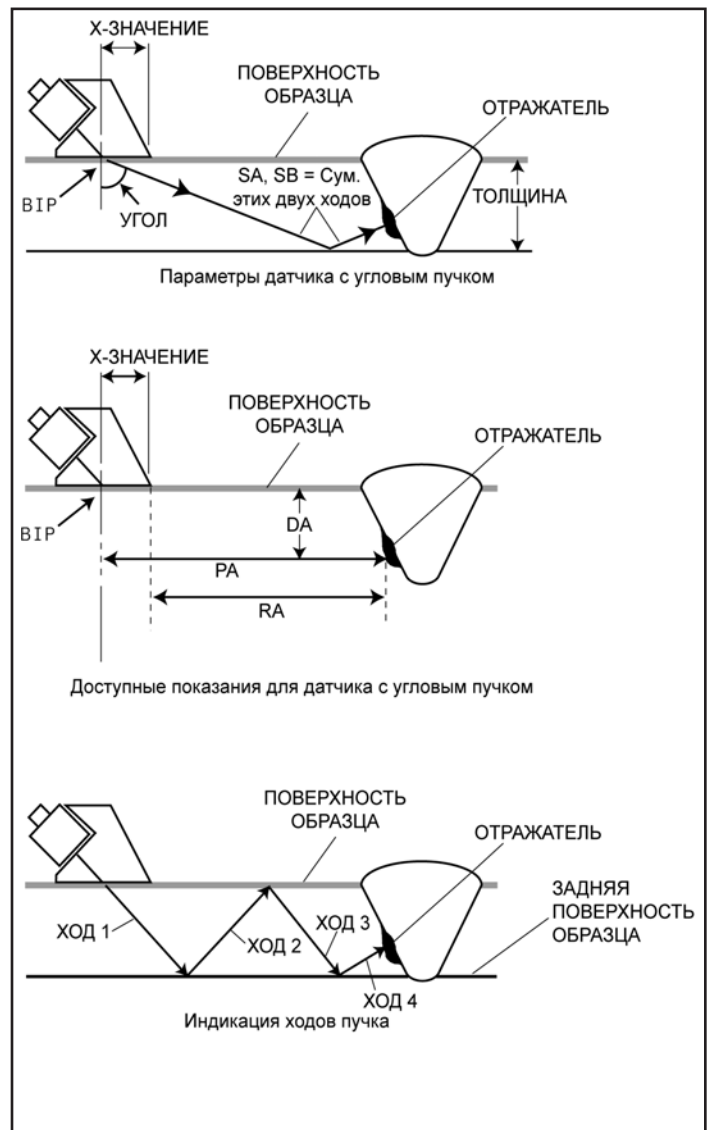

РИСУНОК 5-4—Детектирование дефектов с применением углового пучка
- DA—Глубина в материале от поверхности образца (контактирующей с датчиком) до отражателя, представленного эхо-сигналом в стробе А. (см. Рисунок 5-4)
- RA—Проекционное расстояние от BIP датчика до отражателя, представленного эхо-сигналом в стробе А. (см. Рисунок 5-4)
- RA—Проекционное расстояние от BIP датчика до отражателя, представленного эхо-сигналом в стробе А, за вычетом введенного X-VALUE (X-ЗНАЧЕНИЯ). (см. Рисунок 5-4)